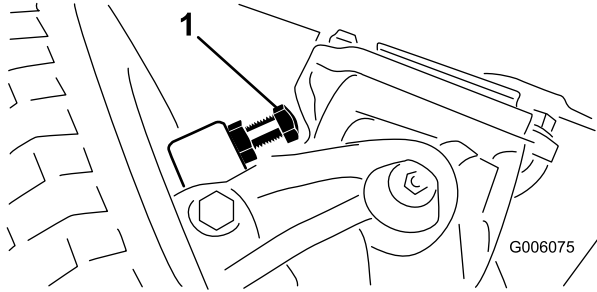

Figura 59
1. Aperte ou desaperte as cavilhas até alcançar uma folga de 2,3 mm (Figura 59).